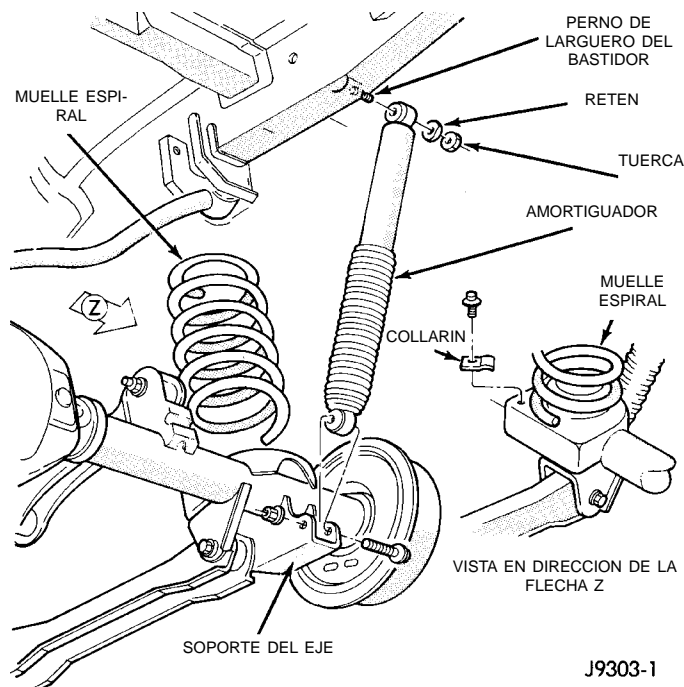

Fig. 2 Muelle espiral trasero y amortiguador
(1) Eleve y apoye el vehículo. Emplace un gato hidráulico debajo del eje para sostenerlo.
(2) Retire la tuerca y retén superiores del perno del larguero de bastidor (Fig. 2).
(3) Retire la tuerca y perno del soporte del eje. Retire el amortiguador.
(2) Desconecte del soporte del eje, la articulación de la barra estabilizadora y el amortiguador.
(3) Desconecte la barra de tracción del soporte de larguero del bastidor.
(4) Baje el eje hasta que el muelle se suelte del asiento del soporte superior. Retire el perno de retén del muelle espiral (Fig. 2) y el muelle espiral.